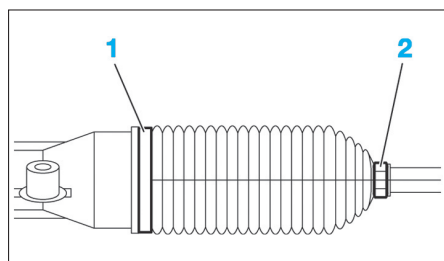

Fig. 1
- Déposer les colliers (1) et (2) du côté droit (Fig.1).